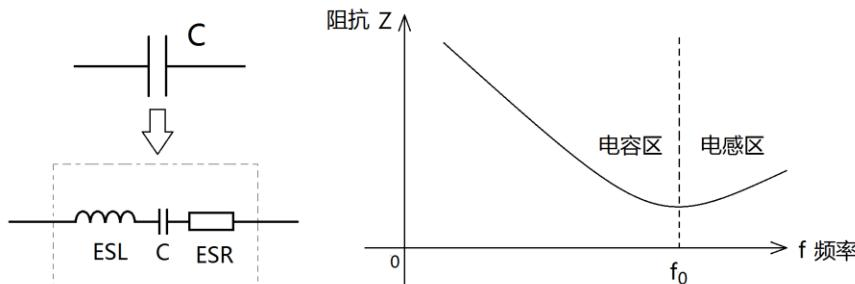

图 1.15 电容器实际模型
- 3) 如图 1.15 所示, 实际电容的简化模型为等效串联电阻 ESR、等效串联电感 ESL 与理想电容三者的串联。在低频段, 所有电容均表现为电容特性, 即频率越高阻抗越低